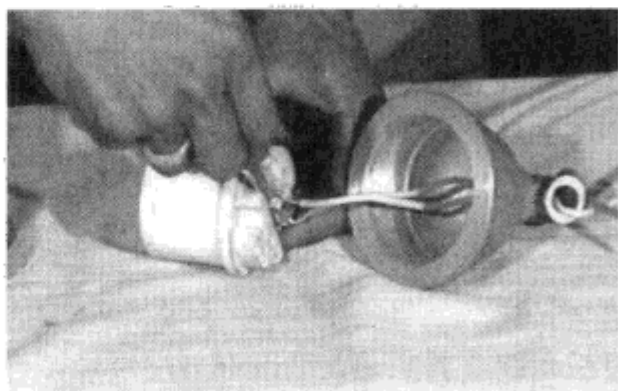

图 2-39 检查灯头接线
② 电路中有短路点;	② 重点查找灯头与螺口处有无短路痕迹,也可查找螺口灯头中铜舌头触点与外围螺口处有无短路点。查出短路点后,应更换灯泡或灯座。
③ 电路中有断路处;	③ 用试电笔对线路进行查找,重点查找电路易磨损处。
④ 开关接触不良;	④ 打开开关,修复触点和动作机构,如损坏严重,要更换同型号开关。
⑤ 电源熔丝熔断;	⑤ 熔丝熔断的原因有:线路中有漏电或短路现象,应按上面的方法处理;线路负荷大,熔丝容量较小,应更换与线路负荷一致的熔丝;熔丝未与接线柱连接紧固,接触电阻增大,通电后产生热量,使熔丝缓慢熔断,这时应更换新熔丝并重新压紧,使熔丝与接线柱接触良好。
⑥ 灯泡灯丝已断裂;	⑥ 用 500V 兆欧表对高压汞灯进行摇测,如电阻为无穷大,则说明该灯丝已断裂,要更换新灯泡。
⑦ 灯泡与灯头内的舌头接触不良或接不上;	⑦ 检查灯头与灯泡的弹簧触点是否正常,应使其与灯泡接触良好;如舌头断掉或无弹性,应更换灯头。
⑧ 灯头内接线脱落或烧断;	⑧ 检查灯头内部接线,重新将脱落或烧断的导线接好,如图 2-39 所示。
⑨ 电源电压过低;	⑨ 测电源电压,如果是额定电压 220V 的 80%~90%,可检查线路各负荷是否超载,尽可能减轻负荷,使供电电压达到正常值。